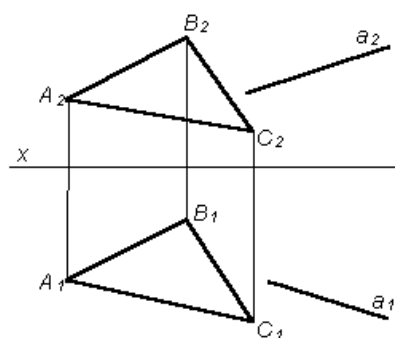

Рис. 1
1. Определить принадлежность прямой линии плоскости, если дана плоскость Δ ABC (ΔA1B1C1, ΔA2B2C2) и прямая a (a1a2) (рис. 1).